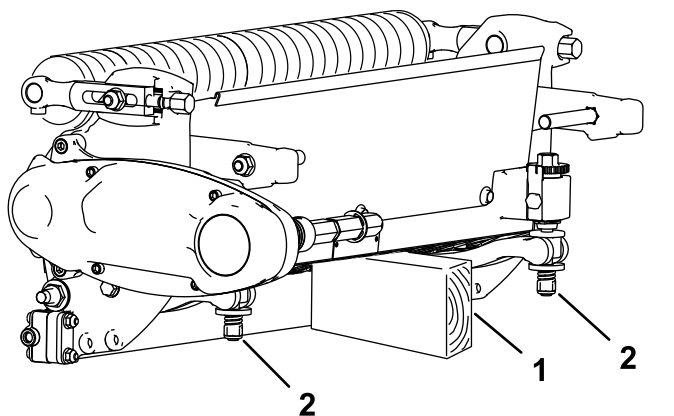

Figura 11
- Con l'apparato di taglio rimosso dalla macchina, supportate la parte posteriore dell'apparato di taglio per evitare che i dadi sul retro delle viti di regolazione della barra di appoggio tocchino il piano di lavoro (Figura 11).